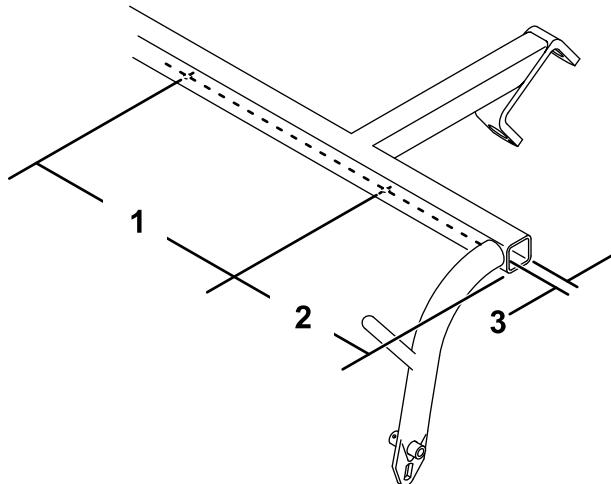

図 2
4. プルフレームの下側に 2 つの穴がついていない場合には、図 2 に示す位置に直径 0.221" 5.6 mm の穴を開ける。